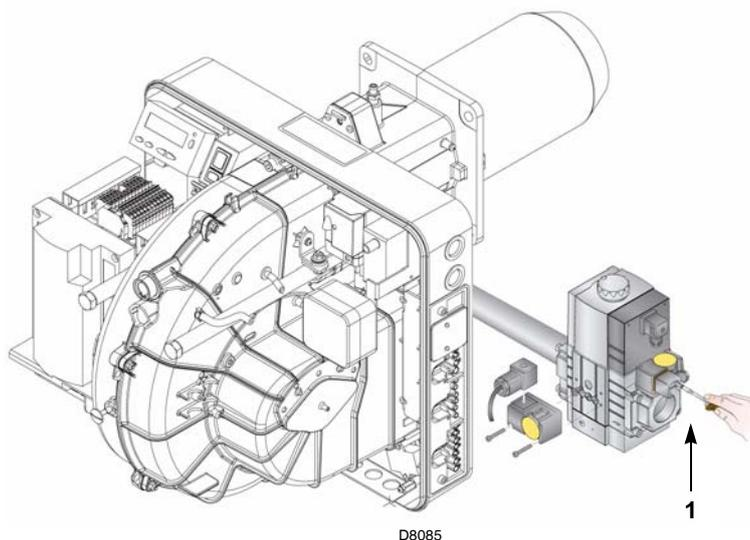

Fig. 26
- Controllare la pressione di alimentazione del gas collegando un manometro sulla presa di pressione 1)(Fig. 26) del pressostato gas di minima: deve essere inferiore alla pressione massima consentita della rampa gas, riportata nella targhetta delle caratteristiche.
- Sfiatare l'aria dalla tubazione della rampa gas, collegando un tubo in plastica sulla presa di pressione 1)(Fig. 26) del pressostato gas di minima. Portare all'esterno dell'edificio il tubo di sfiato, fino ad avvertire l'odore del gas.